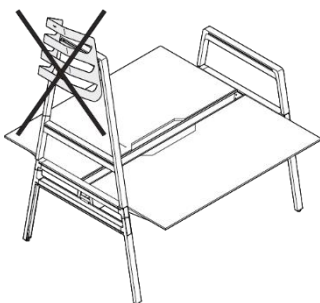

Figura 33 Soporte de patineta, montaje no admisible
- Posición superior de un arco alto (véase Figura 33).